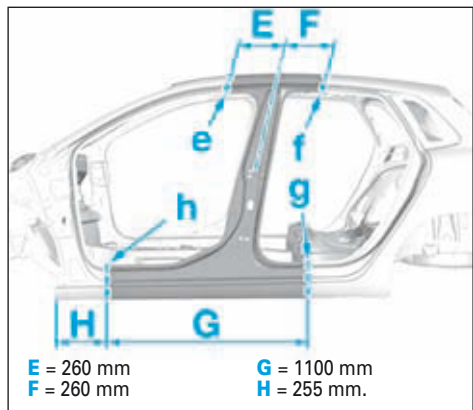

FIG.69
- Tracer puis découper en (e), (f), (g) et (h) (Fig.69).